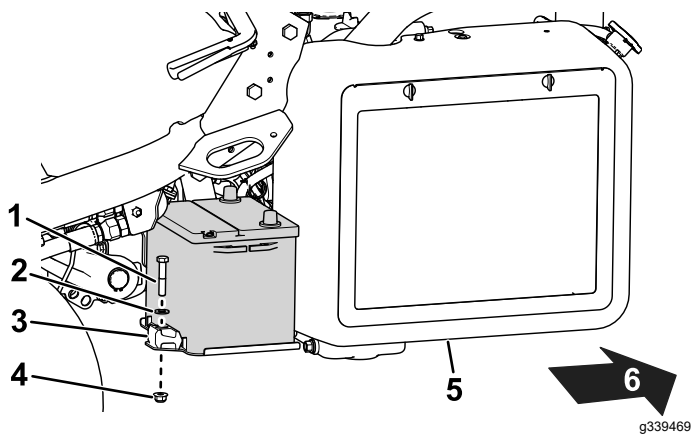

Bild 39
2. Entfernen Sie die Befestigungselemente, mit denen der Akku am Akkuträger befestigt ist (Bild 39), und heben Sie den Akku heraus.
- Setzen Sie den Akku auf den Akkutträger und befestigen Sie diese mit den zuvor entfernten Stangen und Befestigungselementen (Bild 39).